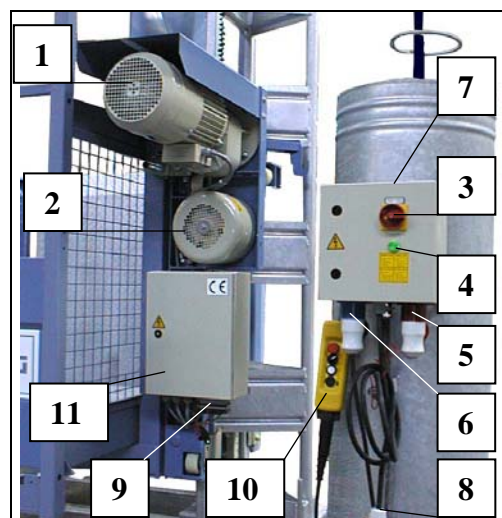

Fig. 9 Appareillage électrique de l'appareil de base
Le dispositif de protection au sol peut également être complété par une commande (3). Celle-ci est connectée au coffret de commande du réceptacle de câbles à la place de la commande manuelle (cf. Fig. 9).